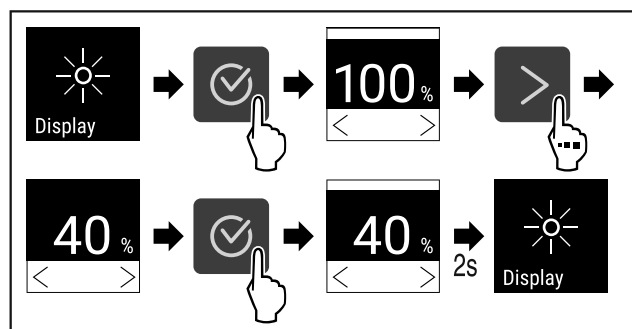

Fig. 81
- ▶ Atlikite veiksmus (žr. Fig. 81).